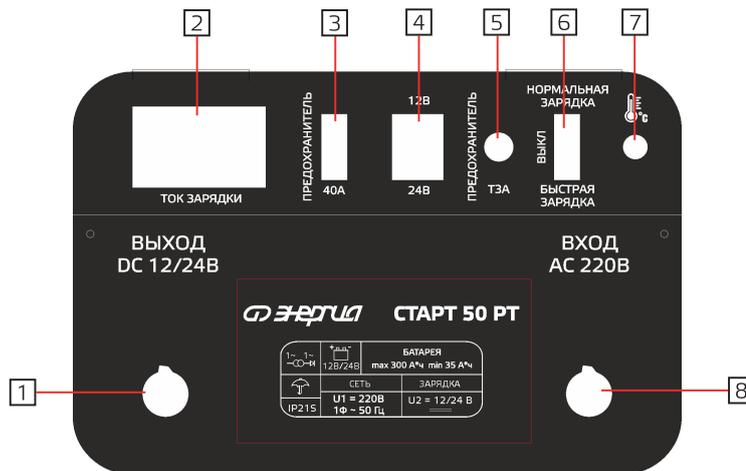

Рис. 1
2. Переключателем 4 (рис.1) выберите напряжение заряжаемого аккумулятора - 12 или 24 В.
3. Переключателем 6 (рис.1) установите требуемый режим заряда АКБ: